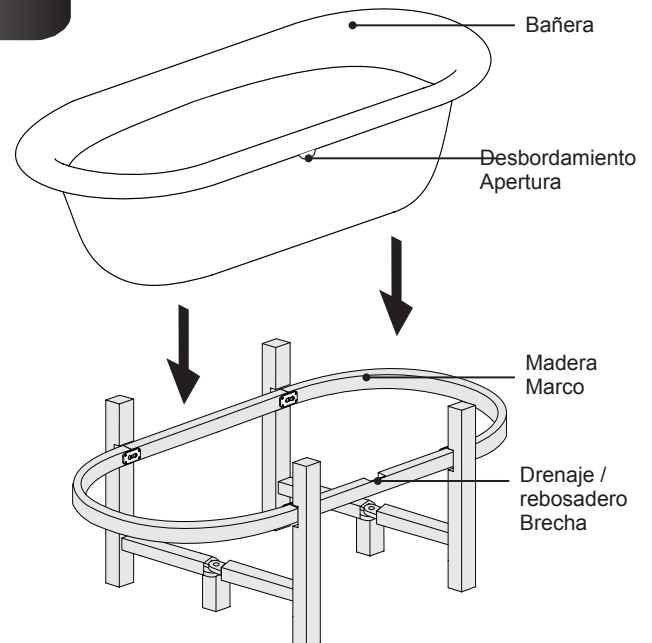

Figura 17. Bañera de ubicación
- ⚠ Al colocar la bañera dentro del marco de madera, asegúrese de que la apertura de desbordamiento está en el mismo lado que el desagüe / rebosadero brecha que se encuentra en el marco de madera (Figura 17). Esta diferencia le permitirá conectar el desagüe / rebosadero.